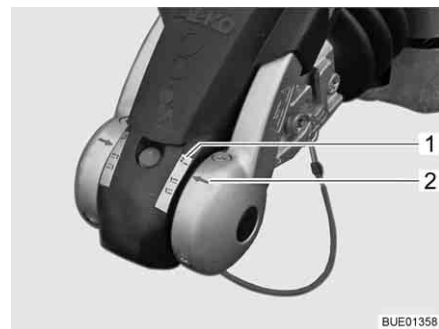

Bild 6 Kontrolle "AKS geschlossen"
- Sichtkontrolle durchführen: Der Pfeil (Bild 6,2) muss an der Markierung "2" (Bild 6,1) stehen.